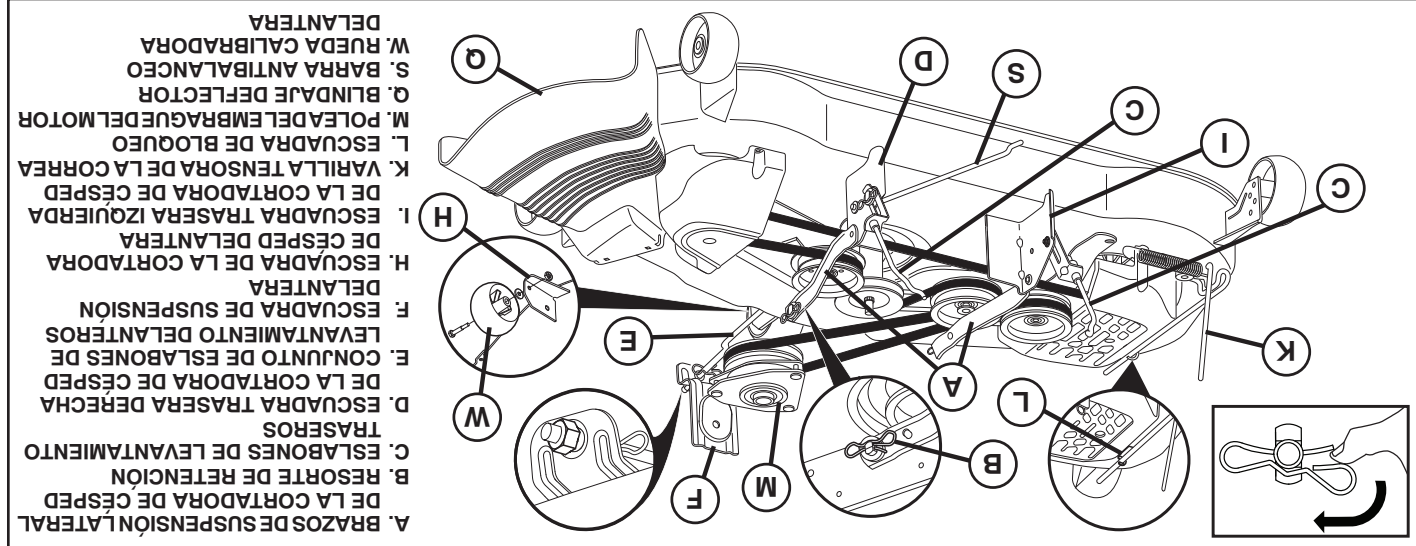

Fig. 20
9. INSTALE LA CORREA EN LA POLEA DEL EMBRAGUE DEL MOTOR (M) (Vea Fig. 20 & 32)
- Desenganche la varilla tensora de la correa (K) de la escuadra de bloqueo (L).
- Instale la correa en la polea del embrague del motor (M)
(Vea Fig. 20)